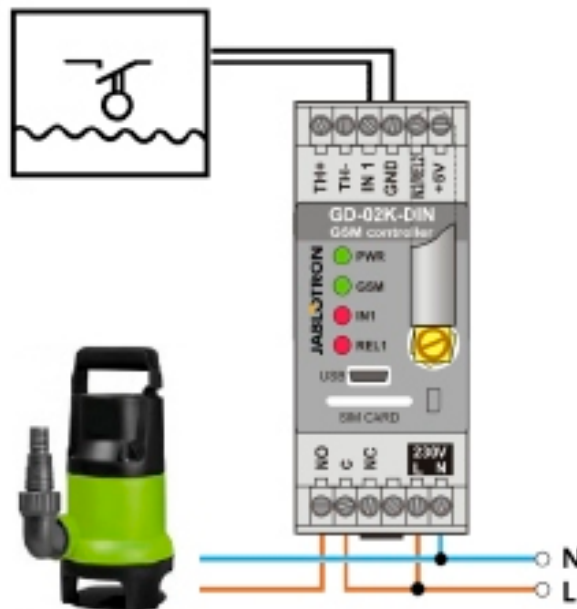

Abb. 3: Überwachung des maximalen Wasserstandes in einem Tank, einschließlich automatischer Wasserableitung mit einer Wasserpumpe.
- Dieses Diagramm zeigt die Verbindung eines Wasserstandssensors mit den Eingängen IN1 und GND. Der Stromausgang REL1 schaltet zur Versorgung der Wasserpumpe auf 230 V (siehe Abbildung 3).